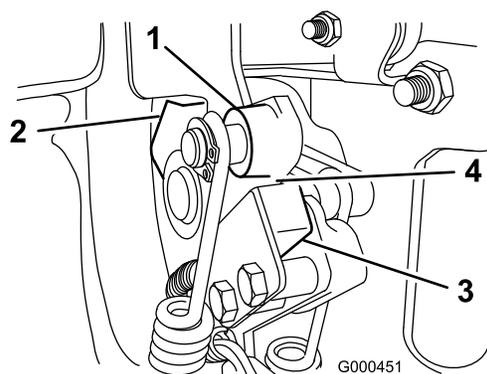

図 32
2. 走行レバーを、ニュートラル・ストップに接触させる（図 32）。
3. スイッチ（図 32）を固定しているネジをゆるめる。
4. 走行レバーとスイッチ（図 32）の間に 0.8 mm のすきまゲージをはさむ